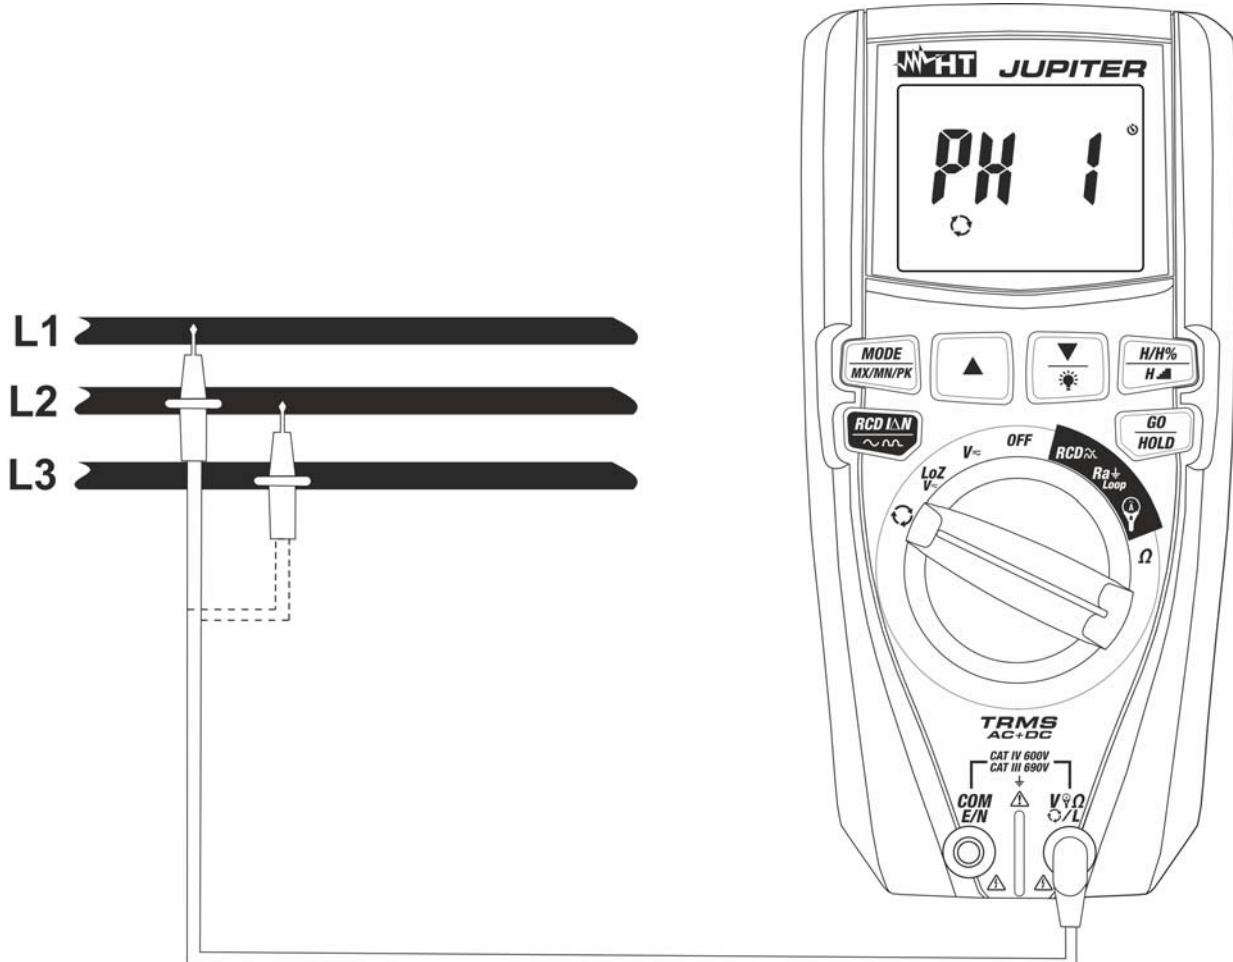
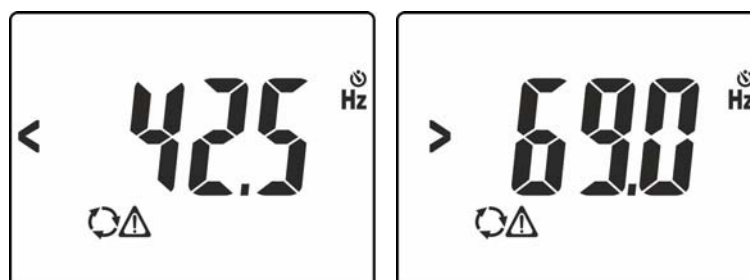
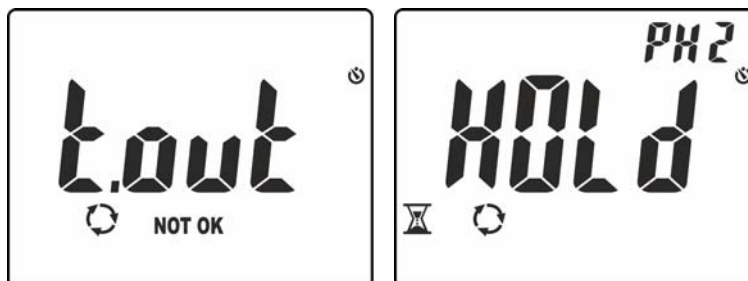

Fig. 12: Uso dello strumento per test di senso ciclico e concordanza delle fasi
Fig. 13: Segnalazione di tensione con frequenza errata
Fig. 15: Riconoscimento fase L1 e attesa per fase L2
3. Posizionare il puntale rosso sulla fase **L1** del sistema trifase in esame (vedere Fig. 12). I seguenti messaggi possono essere mostrati a display (vedere Fig. 13) a identificare la presenza di un segnale di tensione con frequenza esterna all'intervallo **42.5Hz ÷ 69Hz**. In tali condizioni lo strumento non esegue il test
6. Posizionare il puntale rosso sulla fase **L2** del sistema trifase in esame (vedere Fig. 12). Nel caso in cui il passaggio tra la fase L1 e la fase L2 avvenga in un tempo maggiore di **10s** lo strumento mostra il messaggio “**t.out**” a display (vedere Fig. 15 – parte sinistra) In condizioni corrette di tensione e frequenza, lo strumento mostra il messaggio “**HOLD**”, i simboli  e “PH2” ed emette un suono continuo in attesa del riconoscimento di un valore stabile di tensione sulla fase L2 (vedere Fig. 15 – parte destra)